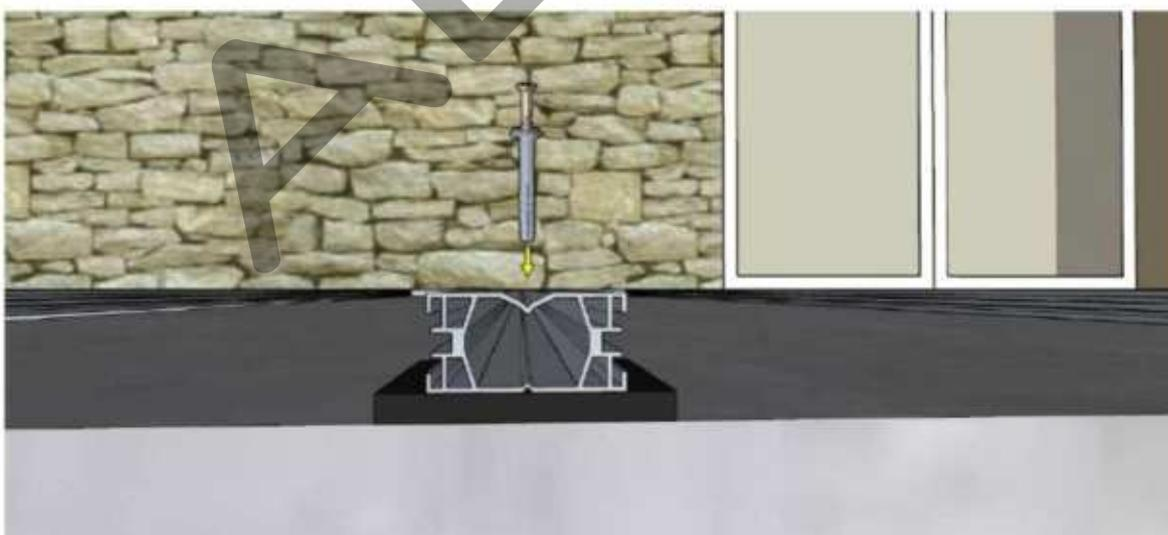

Рис.5
2. Лаги крепят к основанию на дюбель-гвозди. Под лаги, для обеспечения беспрепятственного оттока воды с нижней стороны доски, укладывают резиновые подкладки 60x60x4мм с шагом 500 мм (рис.5).